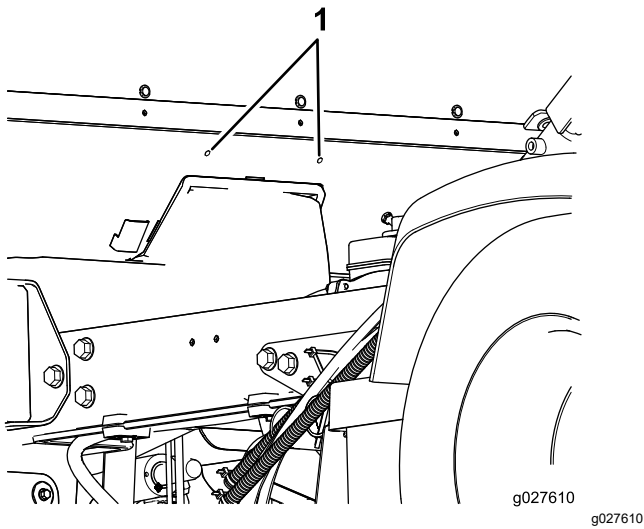

図 16
3. キャブの後パネル中央部にある穴2つ、6.3mmを探し出す 図 16。